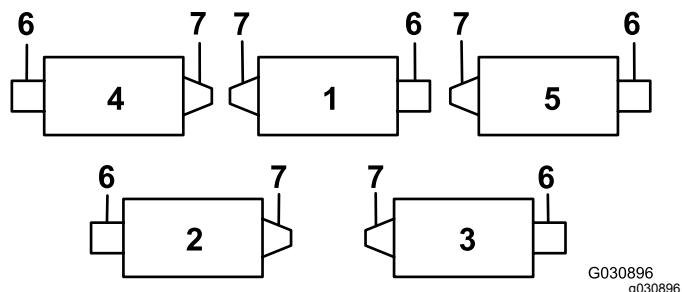

**Bild 6**
**Hinweis:** Positionieren Sie den Schraubenzapfen zur Außenseite der Nase, wie in **Bild 6** dargestellt.
- D. Montieren Sie die Stangenhalterung mit den Schlossschrauben und Muttern an den Schneideeinheitnasen (**Bild 6**).